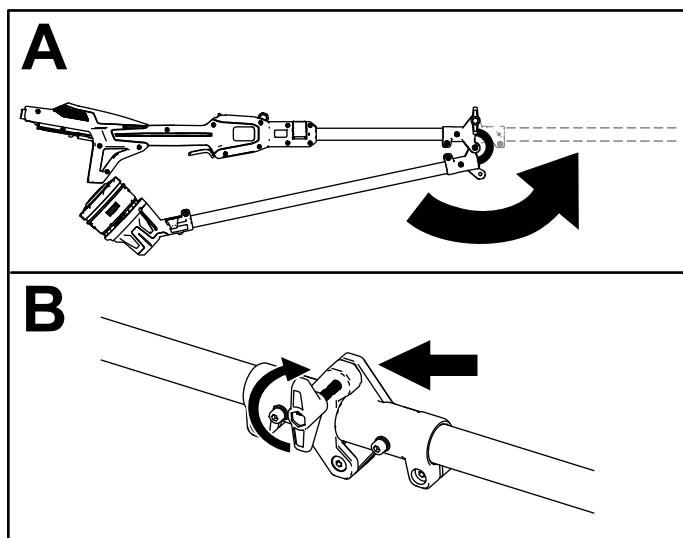

Figure 3
1. Dépliez le manche (A de la Figure 3).
2. Réunissez les deux parties de l'arbre au niveau du coupleur à l'aide du bouton de fixation (B de la Figure 3).